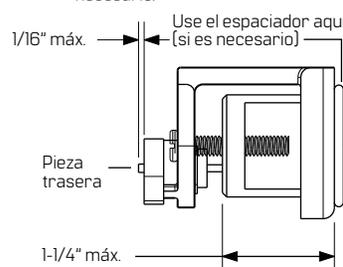

Figura 2 Dimensiones máximas del conjunto del cilindro
- 1.3 Compruebe las dimensiones del producto armado y realice los ajustes necesarios. Consulte la **Figura 2**.